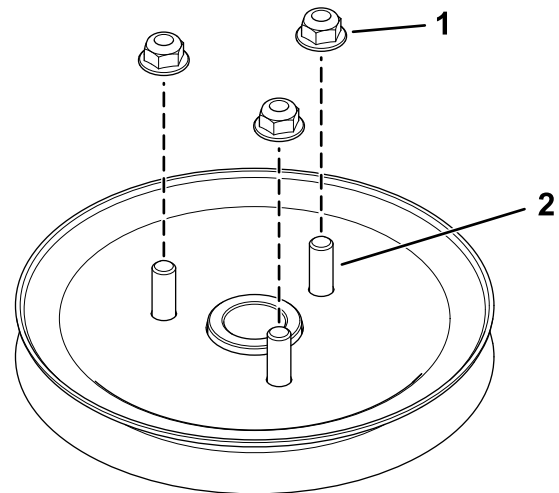

Bild 8
4. Montieren Sie die 3 Muttern lose auf die Bolzen (**Bild 8**).